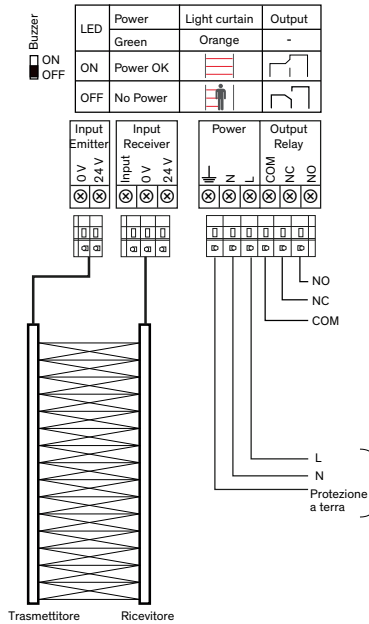

Figura 9: Cablaggio dell'UPS con una barriera ottica
- Seguire lo schema dei cablaggi (figura 9) per collegare l'azionamento della porta all'uscita del relé. L'intera unità lavorerà solo secondo il principio del circuito chiuso se il relé viene collegato come illustrano nella figura 9.